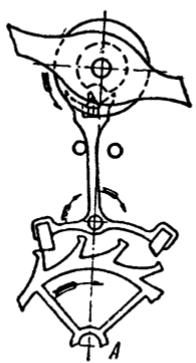

Рис. 88. Угол подъема баланса
6. Углом подъема баланса называется путь, пройденный балансом от момента касания эллипса о бок паза вилки (рис. 88, А) до момента выхода эллипса из паза (рис. 88, Б). Угол подъема равен $30^{\circ} - 35^{\circ}$. Угол подъема состоит из угла освобождения 6° и угла импульса 24° . Угол импульса осуществляется за счет силы заводной пружины, а угол освобождения — за счет силы волоска.